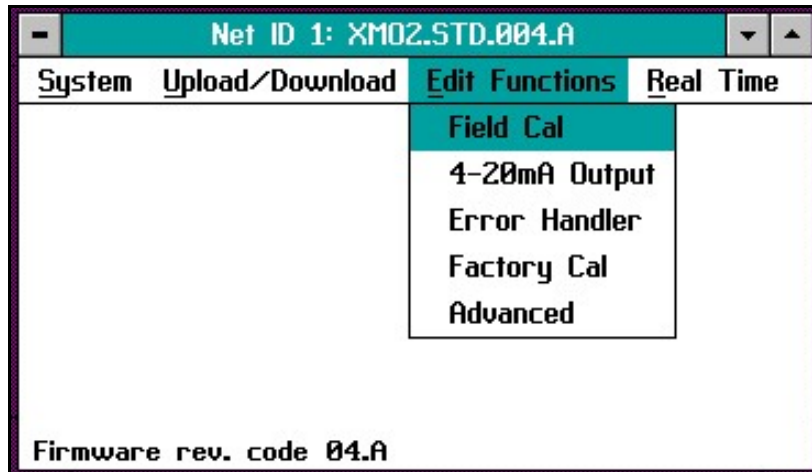

Figura 12: O Menu Editar Funções
2. Da janela do Instrumento, use o menu suspenso *Editar Funções*, como mostrado em *Figura 12 na página 29*.
Para acessar a calibragem de XMO2, use o menu suspenso *Editar Funções* da janela Instrumento. Este menu consiste de cinco comandos exibidos em *Figura 12* abaixo. Para acessar quaisquer dos comandos, simplesmente selecione-o do menu.
A *Ficha da Calibragem* de XMO2 enviada com a unidade lista o intervalo da saída analógica 4-20 mA que foi definida na fábrica. IDM te capacita a alterar este intervalo através da opção *Saída 4-20 mA*. Após você clicar no botão *Saída 4-20 mA* do menu *Editar Funções* (*Figura 12 na página 29*), uma janela similar a *Figura 27* abaixo abre. Clicar em qualquer opção abre a janela para aquela opção, ao clicar em *Próximo Item/Enter* abre o menu listado na linha de status acima das opções.